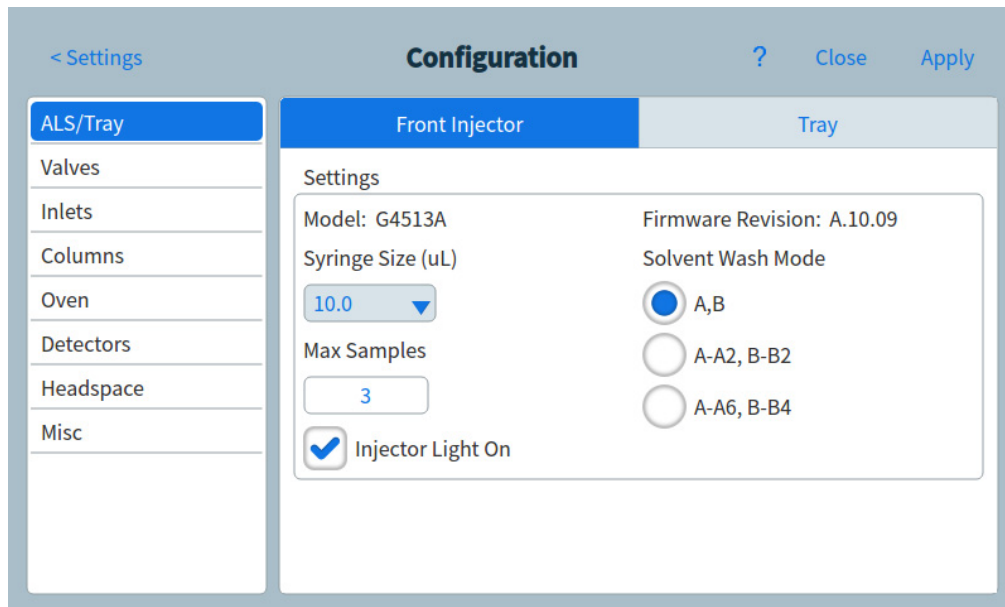

Abb. 53 Seite „Configuration“
- 2 Drücken Sie **Configuration**. Die Seite „Configuration“ wird eingeblendet. Siehe Abbildung 53 auf Seite 138.